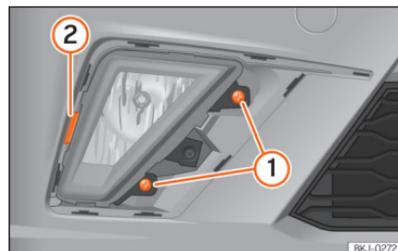

Abb. 166 Nebelscheinwerfer: Lampenträger ausbauen
»» [Abb. 166] ① und lösen Sie den Klipp ② mit einer Hebelbewegung heraus, um den Nebelscheinwerfer herauszunehmen.